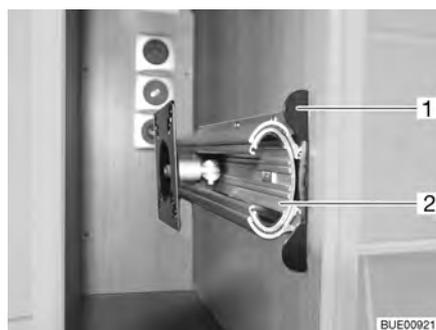

Fig. 53 Support dans le meuble de télévision
- Enfoncer la barre de déverrouillage (Fig. 53,1).
- Faire entièrement sortir la rallonge (Fig. 53,2).
- Faire coulisser la rallonge (Fig. 53,2) jusqu'à ce que la barre de déverrouillage (Fig. 53,1) s'enclenche.